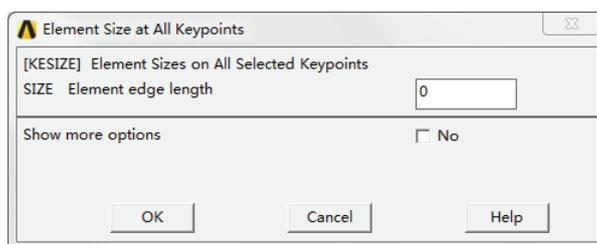
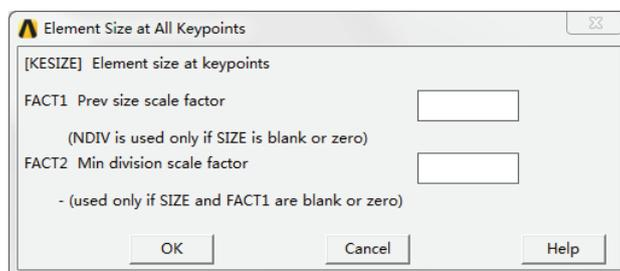

图 5-42 所有关键点上单元尺寸控制对话框
图 5-43 所有关键点上单元尺寸控制更多选项对话框
1) 【All Areas】：针对当前所有选中关键点设置密度控制。单击该菜单项，弹出如图 5-42 所示的所有关键点上单元尺寸控制对话框。
- 【Show more options】：是否显示更多的关键点单元尺寸控制选项。“No”表示不显示更多的关键点单元尺寸控制，选择“Yes”则表示显示更多的关键点单元尺寸控制。单击图 5-42 中的  按钮，弹出如图 5-43 所示的对话框。
在图 5-43 所示的对话框中，【FACT1 Prev size scale factor】表示前一个单元尺寸的比例系数；【FACT2 Min division scale factor】适用于自适应网格，表示关键点关联线上单元尺寸 NPT 的比例系数。如果定义了【SIZE Element edge length】和【FACT1】，则不实用该系数。
2) 【Picked Areas】：拾取关键点，并设置其单元密度。单击该菜单项，弹出如图 5-42 所示的选取关键点单元尺寸控制对话框，设置方法也相同。